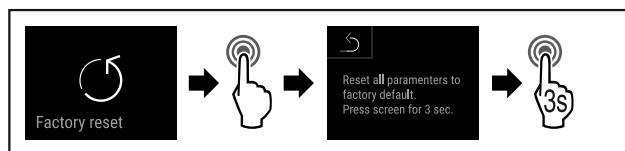

Fig. 105
- ▶ Obavite korake postupka (pogledajte Fig. 105).